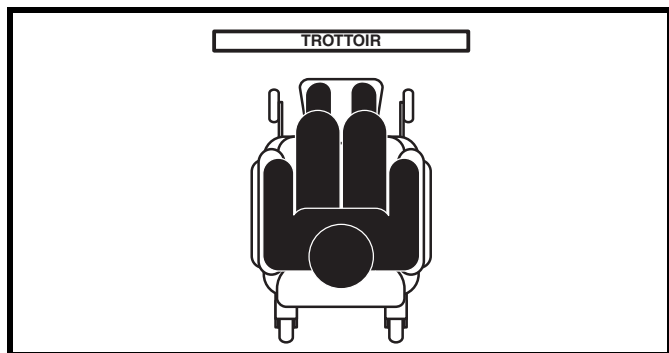

Figure 2. Approche correcte
Soyez prudent lorsque vous roulez sur une surface élevée comme un trottoir ou près d'un muret non protégé (balcons, escaliers, etc.). Assurez-vous de toujours négocier une bordure de trottoir à la perpendiculaire. Voir la figure 2.
1. Approchez lentement et perpendiculairement la bordure ou l'obstacle. Voir la figure 2.